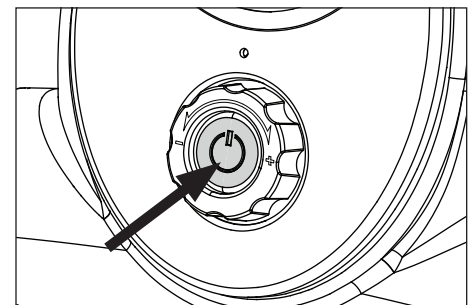

Figura 4 - Botón de encendido
5. Presione el botón de encendido. (Vea la Figura 4).
5. Presione el botón de encendido. (Vea la Figura 4). La unidad se apaga automáticamente cuando se alcance la presión deseada.